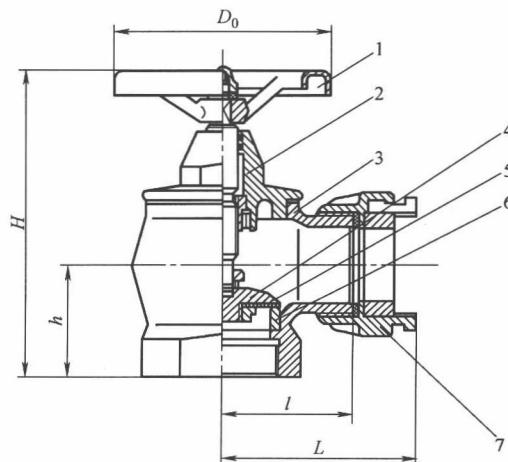
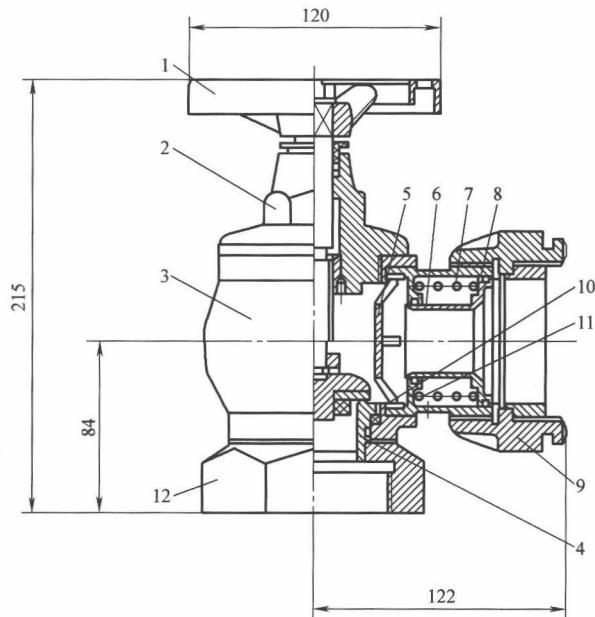

图 2.1-1 单阀单出口型室内消火栓
图 2.1-5 旋转减压稳压型室内消火栓
4. 常用的室内消火栓的形式见图 2.1-1~图 2.1-5。